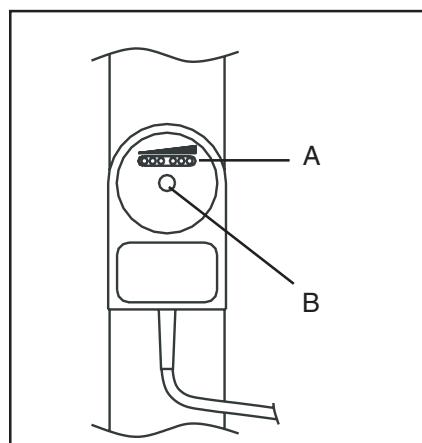

Fig. 15
**OBS:** Kontroller, at flowafbryderen sidder korrekt, se fig. 15.
4. Skru nylonskruen 'B' af (fig. 15).
5. Kontroller, at flowafbryderen vender rigtig (se fig. 15).